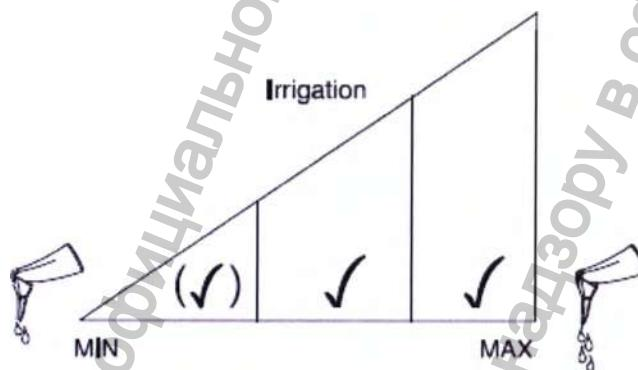

Рис.11
- Начинайте процедуру лечения, установив расход воды на среднее значение. Затем отрегулируйте ирригацию таким образом, чтобы получить требуемую для лечения подачу воды (рис.11).